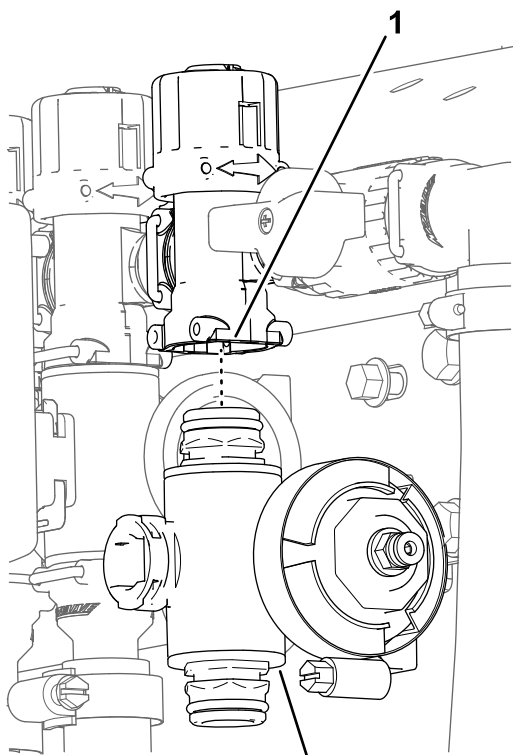

Figure 116
3. Déposez le collecteur de vanne de section de la machine (Figure 116).